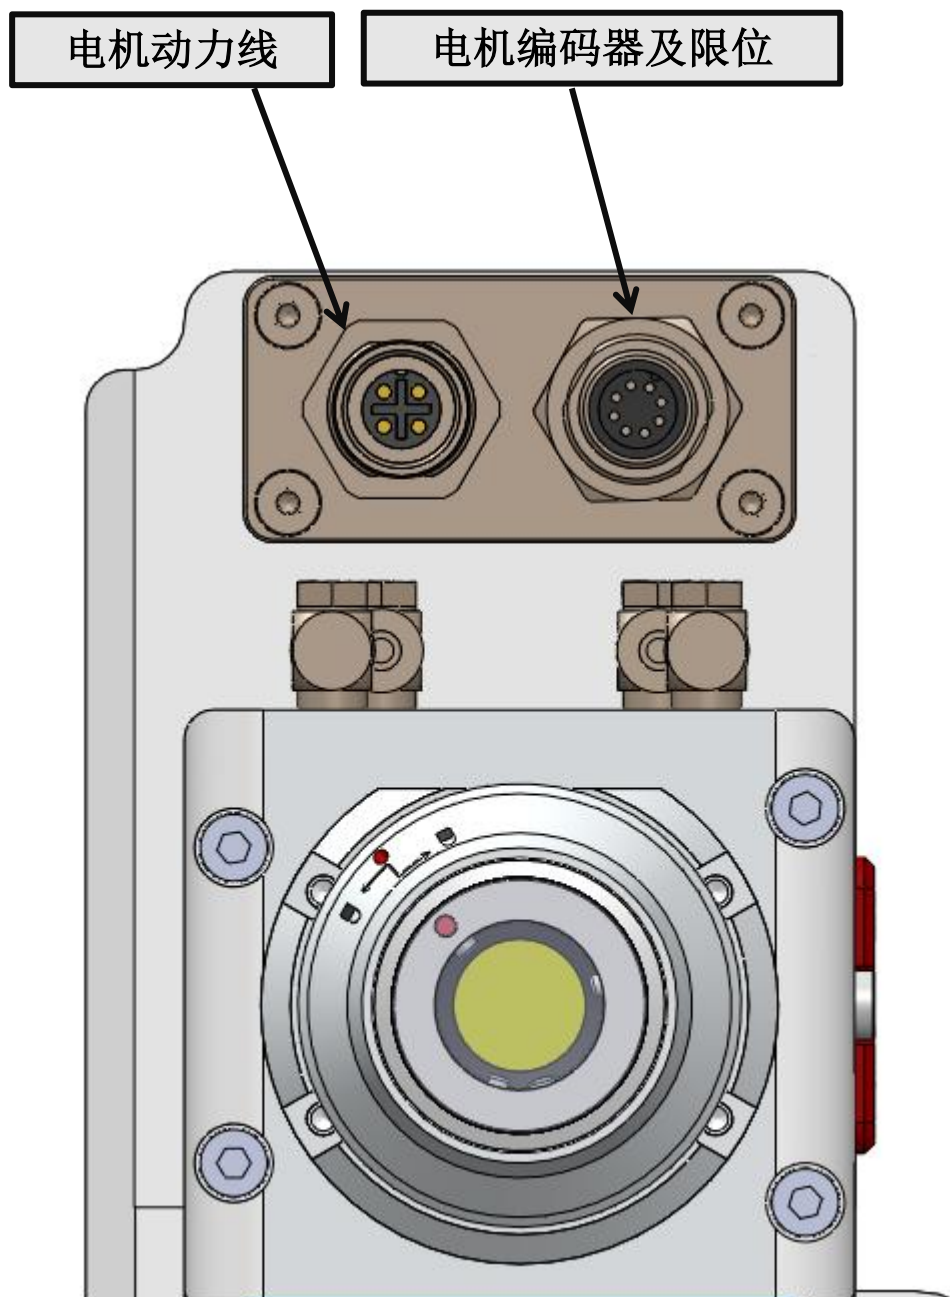

图1.5
- ① 插拔航空插头时断电操作，否则可能烧坏电机，在接动力线与信号线的时候需要注意缺口位置，避免插坏针脚，如下图1.5所示。